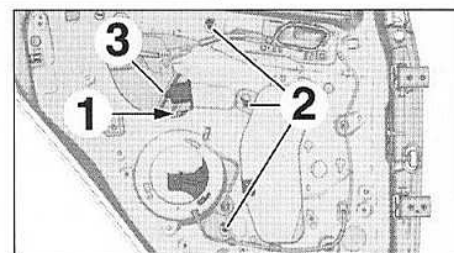

FIG.83
- Débrancher le connecteur (1) (Fig.83).
- Desserrer les écrous (2).
- Déposer le mécanisme de lève-vitre de porte arrière (3).